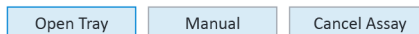

Figura 13. Cuadro de diálogo Cartridge Barcode Read Failure (Fallo de lectura del código de barras del cartucho).
Para cualquier error de lectura del código de barras del cartucho de sensores, el software Wave del controlador muestra un mensaje y tres posibles acciones correctivas. (Consulte la **Figura 13**).
- 1 Haga clic en el widget de la bandeja. Aparecerá el cuadro de diálogo Fallo de lectura del código de barras del cartucho. (Consulte la Figura 13 en la página 37).